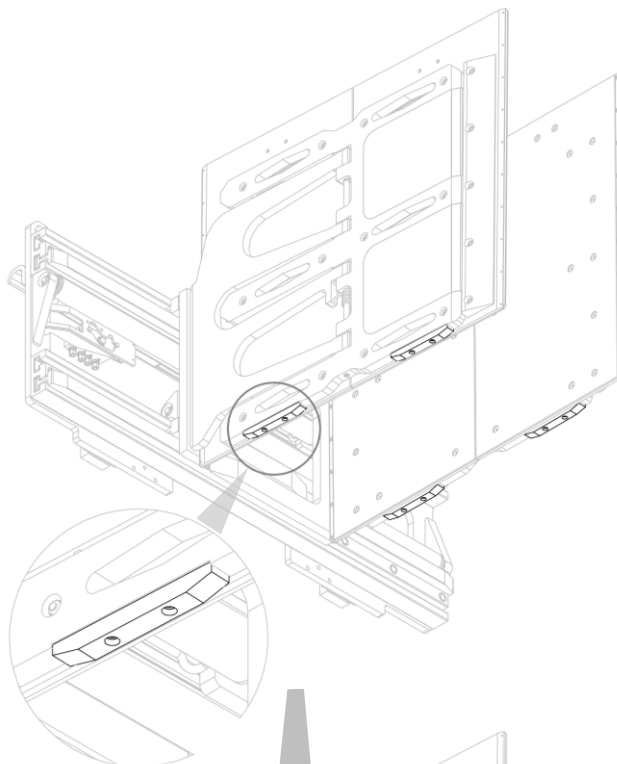
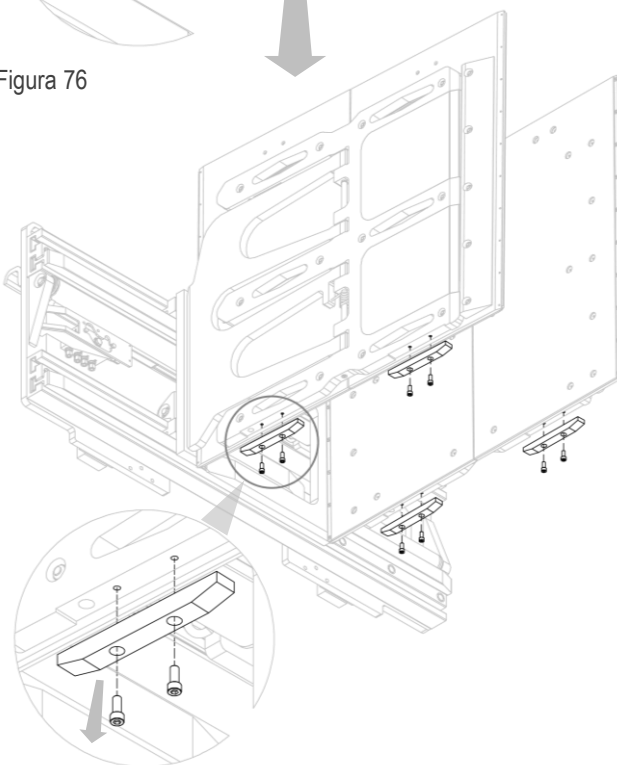

Figura 76
Figura 77
2. Smontare i pattini inferiori Anti-Strisciamento in Ertalon dopo aver rimosso le relative viti (vedi *Figura 76* e *Figura 77*).